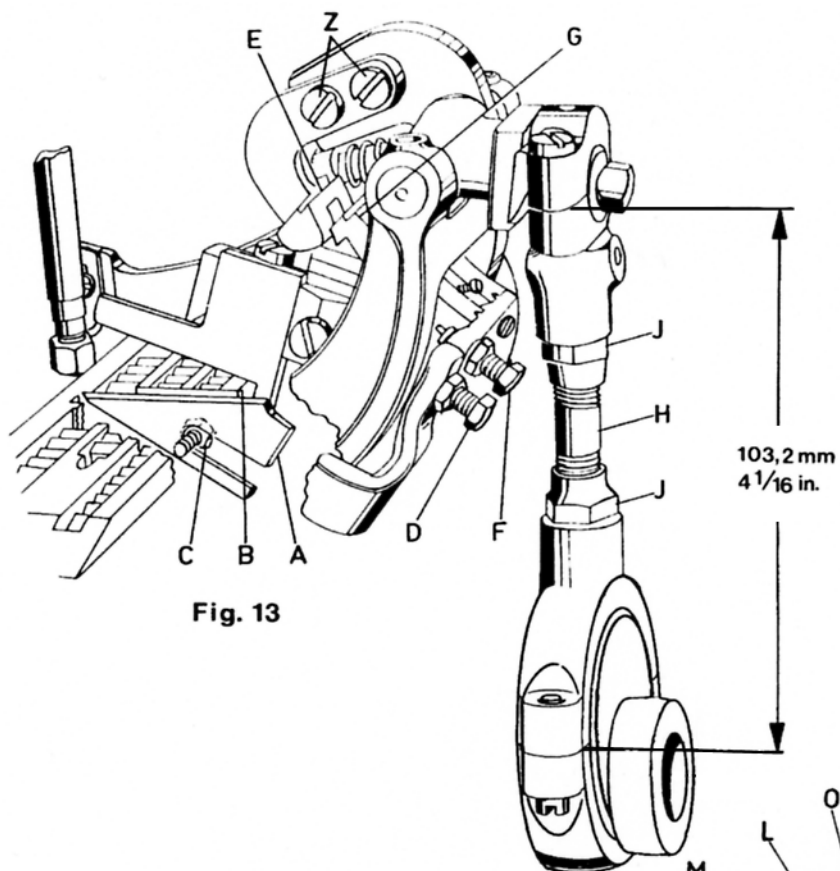
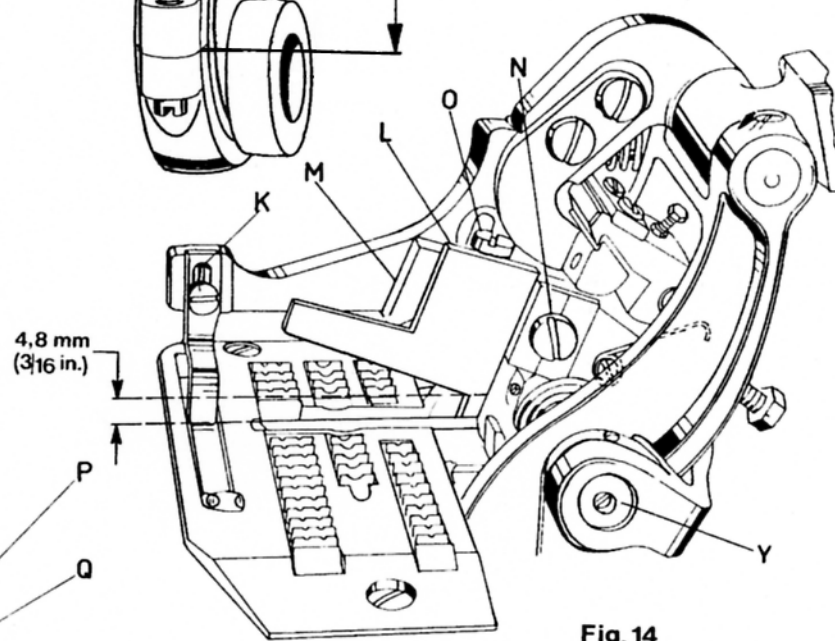
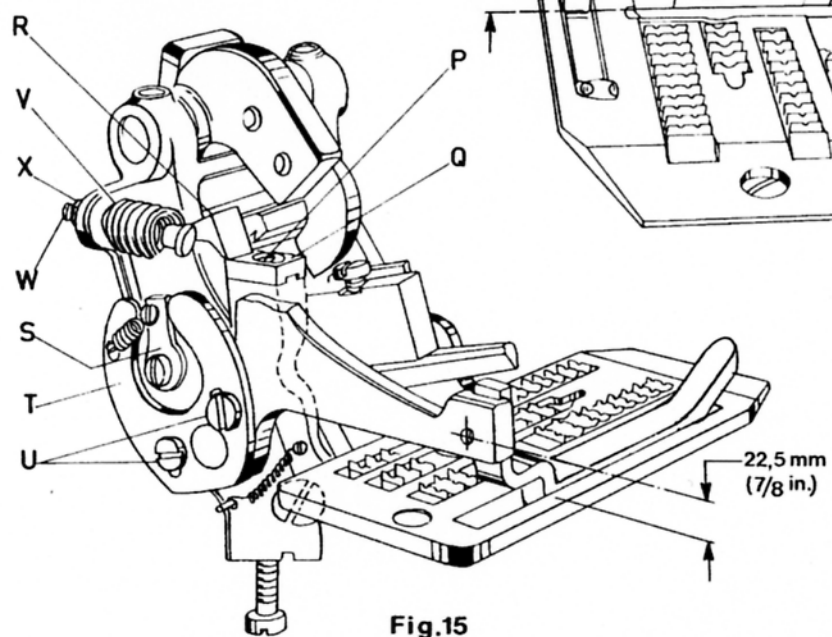

Fig. 13
Fig. 14
Fig. 15
2. Lay the throat plate temporarily on its seat. Loosen the hexagonal head adjusting screw (D, Fig. 13) and set so that the distance between top surface of throat plate and the center of thread hole for fastening the actuating shoe is 22.5 mm (7/8 in.) (see Fig. 15). Retighten screw (D, Fig. 13) with lock nut.
3. Set the lower knife (A, Fig. 13) so that the cutting edge is even with the top of throat plate (B) and tighten it in this position with the hexagonal head screw (C). Reassemble needle guard, feed dog and throat plate.
4. Assemble actuating shoe (K, Fig. 14) and set it so that the top surface of actuating shoe is even with the top surface of throat plate.
5. With a screwdriver, press the spring loaded knife lever shaft (Y, Fig. 14) to the rear and insert upper knife (L) in upper knife lever (M). Raise the upper knife as high as it will go, until the back of the knife cutting edge stops on the knife lever. Tighten the clamp screw (N) slightly.
6. Loosen screw (P, Fig. 15) and move shoe (Q) to extreme left. Turn handwheel until pawl (E, Fig. 13) is at its lowest position. Turn screw (F) until the edge of ratchet block (G) snaps over the edge of pawl (E), then add 1/4 to 1/2 turn more to ensure adequate clearance under operating conditions. Retighten the lock nut of the screw (F). If screw (F) is turned too far the mechanism will not work. Small differences can be equalized when loosening screws (Z) and adjusting the pawl (E) accordingly. Retighten screws (Z) firmly.
7. Move shoe (Q, Fig. 15) to the right so that pawls (R) will rest on the extreme right end of shoe. Shoe should have polished end to the right and point of pawls may overlap slightly over outside to insure trigger action during operation of machine.
2. Legen Sie die Stichplatte vorübergehend auf ihre Auflage. Lösen Sie die Sechskant-Einstellschraube (D, Fig. 13) und stellen Sie sie so, daß der Abstand zwischen Stichplattenoberfläche und Mitte Gewindebohrung zur Tasterbefestigung 22,5 mm beträgt (Siehe Fig. 15). Ziehen Sie die Schraube (D, Fig. 13) mit der Gegenmutter fest.
3. Stellen Sie das Untermesser (A, Fig. 13) so ein, daß seine Schneide mit der Oberfläche der Stichplatte (B) bündig ist und ziehen Sie es in dieser Stellung mit der Sechskantschraube (C) fest. Bauen Sie Nadelanschlag, Transporteur und Stichplatte wieder ein.
4. Montieren Sie den Taster (K, Fig. 14) und stellen Sie ihn so ein, daß die obere Fläche des Tasters mit der Oberseite der Stichplatte bündig ist.
5. Drücken Sie mit einem Schraubendreher die gefederte Messerhebelwelle (Y, Fig. 14) nach hinten und setzen Sie das Obermesser (L) im Messerhebel (M) ein. Schieben Sie das Messer im Hebel so weit wie möglich nach oben bis der Rücken der Messerschneide am Messerhebel anschlägt. Ziehen Sie die Klemmschraube (N) leicht an.
6. Lösen Sie die Schraube (P, Fig. 15) und schieben Sie den Schaltschuh (Q) ganz nach links. Drehen Sie das Handrad bis der Mitnehmer (E, Fig. 13) seine tiefste Stellung erreicht hat. Drehen Sie die Schraube (F) bis die Kante der Klinke (G) über die Kante des Mitnehmers (E) schnappt. Drehen Sie die Schraube (F) um 1/4 bis 1/2 Umdrehung weiter, damit beim Betrieb ausreichend Spielraum vorhanden ist. Ziehen Sie die Gegenmutter der Schraube (F) wieder an. Wenn die Schraube (F) zu weit gedreht wird, arbeitet der Mechanismus nicht. Kleine Unterschiede können nach Lösen der Schrauben (Z) und durch entsprechendes Verstellen des Mitnehmers (E) ausgeglichen werden. Ziehen Sie die Schrauben (Z) wieder gut an. Wenn die Kanten von Mitnehmer und Klinke nicht ineinander eingreifen, so kann es notwendig werden, die Verbindungsstange (H) mit den Feststellmuttern (J) nachzustellen. Der richtige Abstand von Mitte zu Mitte Lagerschale beträgt 103,2 mm. Bei einzelnen Bandabschneidern kann wegen geringfügiger Summierung von Fertigungstoleranzen eine leicht abweichende Einstellung notwendig werden.
7. Schieben Sie den Schaltschuh (Q, Fig. 15) nach rechts, so daß die Spitze der Schalt Nase (R) am äußersten rechten Ende des Schaltschuhes aufliegt. Das polierte Ende des Schaltschuhes muß rechts sein und die Spitze der Schalt Nase soll die Schaltschuhaußenkante leicht überlappen, damit beim Betrieb der Maschine eine Schnepferwirkung gewährleistet ist.
8. When actuating shoe (K, Fig. 1e) is raised slightly, trip dog (S, Fig. 15) should allow pawl (R) to slide off shoe (Q) and the cutting action is released within 1 1/2 turn or less of the handwheel.
Raise actuating shoe (K, Fig. 14) slightly and turn handwheel in operating direction until upper knife (L) is in its lowest position. Left at the tip of the knives, the cutting edge of the upper knife should overlap the cutting edge of the lower knife by 1 mm (.040 in.)
When open there should be about 4.8 mm (3/16 in.) opening, right at the pilot of the upper knife (see Fig. 14).
NOTE: When the knives (A, Fig. 13) and L, Fig. 14) are resharpened, their adjustment is maintained by only raising and lowering them in their holders, according to the stock removed while grinding.
9. The position of the tape cutter actuating shoe (K, Fig. 14) determines the length of tape extending beyond the bag at the start of closure. The extending length of tape at the finish of closure is not adjustable. Raising the actuating shoe in its slot shortens the extending length of tape on start of closure, lowering the shoe lengthens it.
Also the trip dog operating cam (T, Fig. 15) can be retarded or advanced to vary the length of the tape at the start of closure. Loosen screws (U) and turn the operating cam (T) toward the handwheel end of machine to shorten the extending length of tape and in the opposite direction to lengthen it. Retighten screws (U).
The actuating shoe tension spring (V, Fig. 15) is adjustable over various weights of material. Use screw (W) and lock nut (X) to make this adjustment. The tension should be just strong enough to press the actuating shoe down, back to its home position.
8. Wird der Taster (K, Fig. 14) leicht angehoben, bewirkt der Schaltnocken (S, Fig. 15), daß die Schalt Nase (R) vom Schaltshuh (Q) heruntergleitet, innerhalb von 1 1/2 Handradumdrehungen oder weniger, wird der Schneidvorgang ausgelöst.
Heben Sie den Taster (K, Fig. 14) leicht an und drehen Sie am Handrad in Nährichtung bis das Obermesser (L) in seiner untersten Stellung ist. Links an er Spitze der Messer soll die Schneide des Obermessers die Schneide des Untermessers um 1 mm überlappen.
In geöffnetem Zustand soll rechts am Führungszapfen des Obermessers ein Durchgang von etwa 4,8 mm sein (siehe Fig. 14).
BEACHTEN SIE: Wenn die Messer (A, Fig. 13) und (L, Fig. 14) nachgeschliffen werden, bleibt ihre Einstellung erhalten. Sie müssen nur in ihren Haltern höher und tiefer gestellt werden, entsprechend dem beim Schärfen abgeschliffenen Werkstoff.
9. Die Lage des Tasters (K, Fig. 14) bestimmt die überstehende Bandlänge am Anfang des Sackes. Die überstehende Bandlänge am Sackende ist nicht einstellbar.
Auch die Schaltnockenkurve (T, Fig. 15) kann etwas vor- oder zurückgestellt werden, um die Länge des überstehenden Bandes am Anfang des Sackes zu verändern. Lösen Sie dazu die Schrauben (U) und drehen Sie die Kurve (T) auf die Handradseite der Maschine zu; dies verkürzt die überstehende Bandlänge. Drehen in entgegengesetzter Richtung verlängert sie. Ziehen Sie die Schrauben (U) wieder an.
Die Druckfeder (V, Fig. 15) für den Taster kann auf die verschiedenen Materialstärken eingestellt werden. Die Einstellung wird mit Schraube (W) und Gegenmutter (X) gemacht. Der Druck soll gerade stark genug sein, um den Taster wieder nach unten, zurück in seine Ausgangsstellung zu bringen.